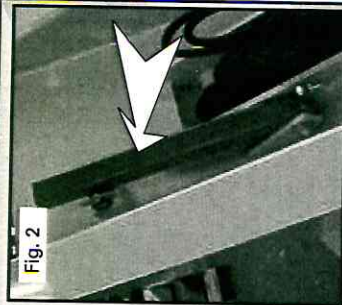

Fig. 2
- Inmovilice la palanca de volante (Fig. 2) (si está montada).